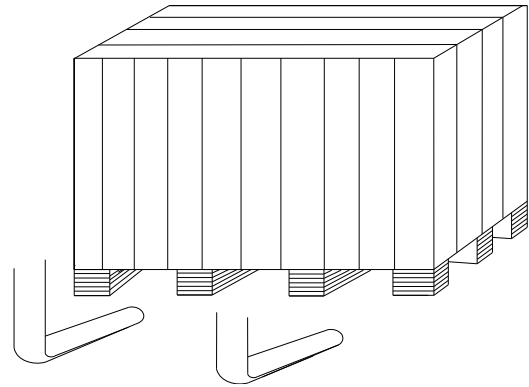
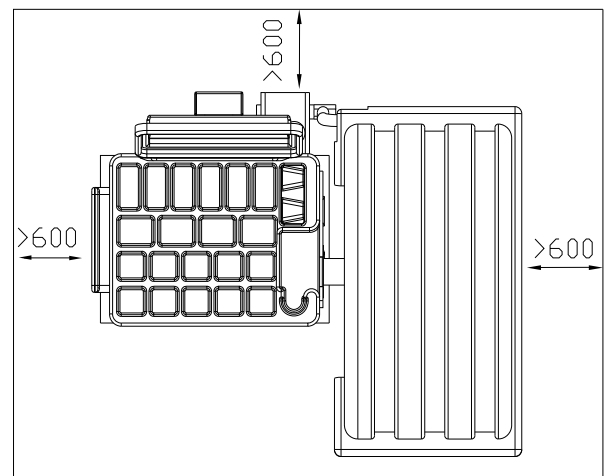

Fig4
FIG 5
4.1.1 Après vous être assuré du parfait état de votre machine, vous pouvez transporter l'équilibreuse sur le site d'installation (Fig4). Le choix de l'installation doit être conforme aux exigences suivantes. La température ambiante est de 0 °C -50 °C et l'HR ≤ 85%. Le site d'installation comme indiqué fig.5